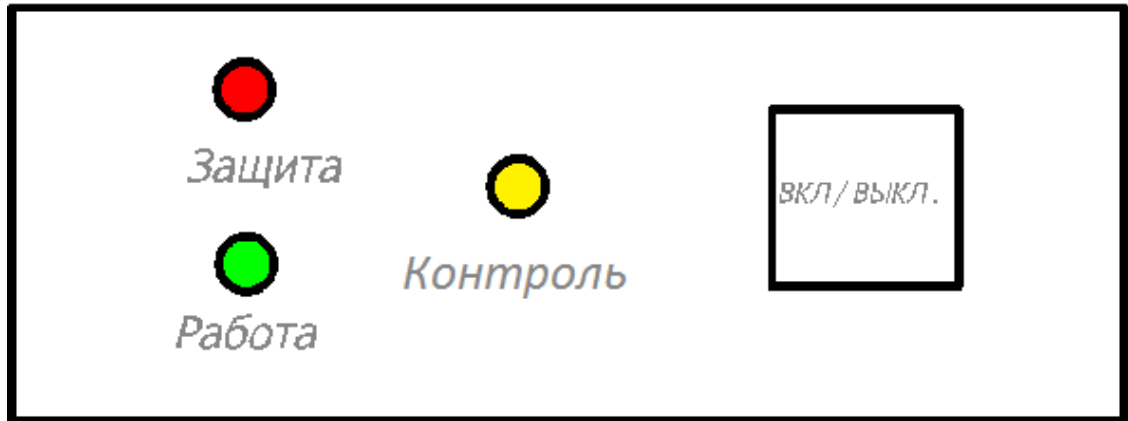
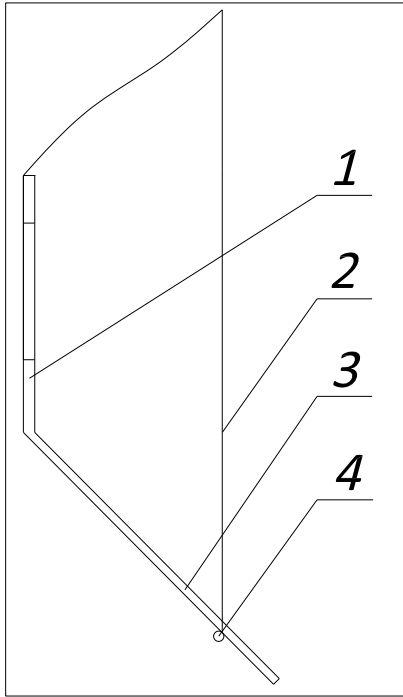

Рис. 3. Панель управления Дымофильтра.
Рис. 5. Коронирующий электрод ионизатора:
Важное указание: Работы по устранению неисправностей в электронике Дымофильтра должны производиться специалистом прошедшим обучение. Перед началом таких работ Дымофильтр следует обязательно отключить от электрической сети с помощью автоматического выключателя силового щита. При ремонте для доступа к неисправному элементу, открыть дверцы блоков ключом, идущим в комплекте. Возникновение неполадок сопровождается индикацией сигнальных ламп на панели управления (Рис. 3).
- c. Изъять оборванный или надорванный коронирующий электрод (Рис. 5, поз.2) путем подгибания пластины-держателя (Рис. 3, поз.3);
- d. Установить новый коронирующий электрод и натянуть, подогнув пластину-держатель (Рис. 3, поз.3);